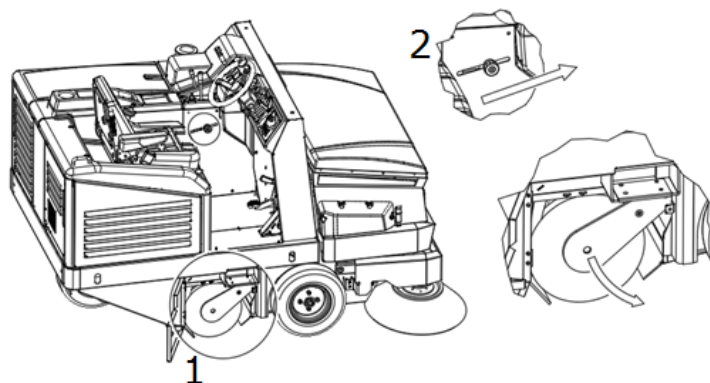
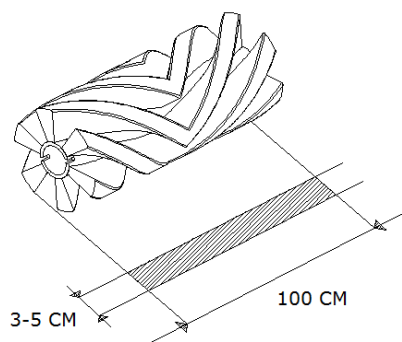

Figure 39
Figure 40
Lorsque la brosse centrale (**Part. 1 Figure 39**) est consommée et, par conséquent, son efficacité commence à
diminuer, ajuster sa hauteur en agissant sur le bouton (**Part. 9 Figure 12**) en le dévissant et en le déplaçant vers l'avant, pour abaisser la brosse et augmenter son incidence sur la surface à nettoyer (2, Figure 39). Ajuster jusqu'à ce que, en position abaissée, la brosse au travail laisse une bande de 3-5 cm sur le sol (Figure 40). Une fois atteint le degré d'incidence souhaité, visser le bouton en bloquant sa position.
1. Après avoir effectué les réglages, activer la brosse centrale et, sans avancer ni reculer, la laisser travailler au même endroit pendant au moins 10/15 secondes. Soulever la brosse centrale et déplacer la motobalayeuse, jusqu'à ce que sur le sol soit visible la trace qu'a laissée la brosse centrale dans la rotation, comme indiqué dans la Figure 40.